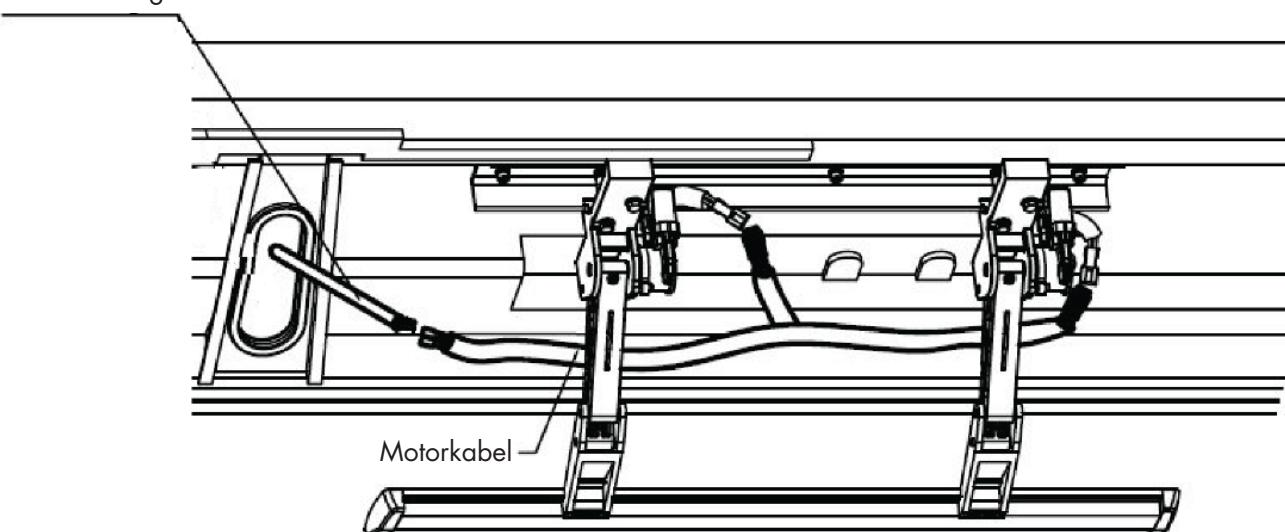

Abbildung 15: Steckverbindung Motorkabel Innen-Außen
Schließen Sie die Zuleitung/Steuerleitung (U) vom Steuergerät an die Fahrzeughbatterie an. Das Rote-Kabel an den Pluspol (+) der Batterie, das Schwarze-Kabel an den Negativ-Pol (-) der Batterie. Anschließend wird das Kabel an das Steuergerät (T) angeschlossen und kann in dem Batteriefach A platziert werden (siehe Abbildung 15).
Entfernen Sie den Teppich an der Fahrerseite. Verlegen Sie die Kabel wie auf dem oberen Bild (gestrichelte Linien). Die Motorleitung wird im Bereich B nach außen verlegt (siehe Bild 15 & 16). Das Signalkabel wird weiter zu Position C (siehe Abbildung 15) geführt.